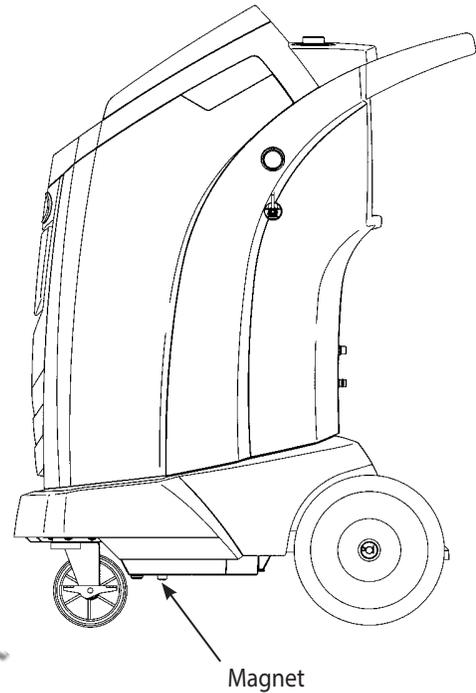

Abbildung 13
1. Prüfen Sie, ob der Magnet am Boden des Gerätes sauber ist (siehe Abbildung 13).